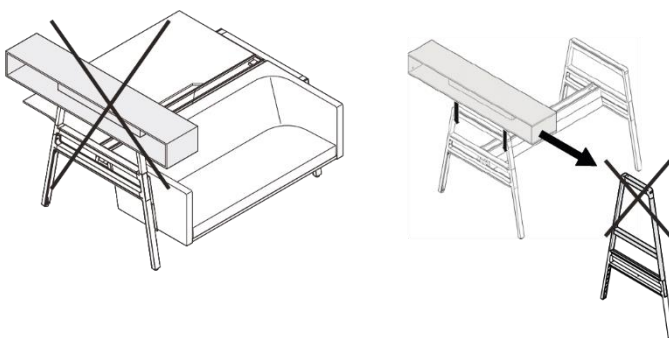

Bild 22 Aufsatzregal, unzulässiger Anbau
- Im oberen Bereich eines hohen Aufsatzbogens (siehe Bild 22, links).
- Neben einem Sofa (siehe Bild 22, Mitte).